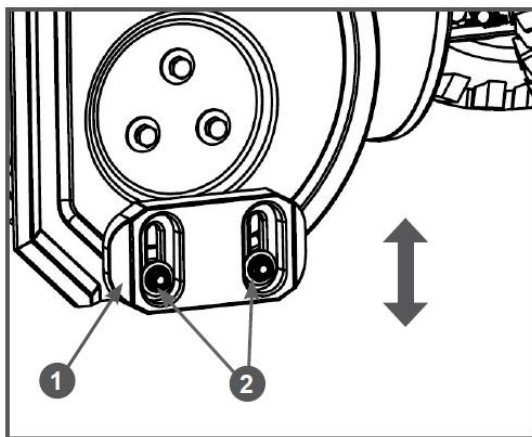

Рис. 7 Регулировка высоты забора снега
2. Открутите гайки 2 крепления полозка 1 на 1-2 оборота и установите полозок на необходимую высоту (Рис. 7). Снова затяните гайки.